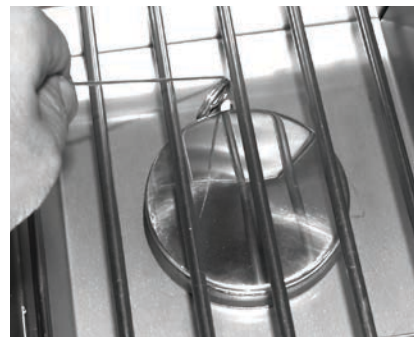

Fig. 22-2 - Éclairage manuel
2. Insérez soit un brûlant long baril briquet au butane, un match à longue tige de brûlure, ou une allumette en feu détenues par un titulaire d'extension de fil À travers les grilles de cuisson du brûleur (Fig. 22-2). Tenez la flamme contre le bord du brûleur.
4. Si le brûleur ne se allume pas dans les cinq (5) secondes de tourner le bouton de commande, **appuyez immédiatement sur le bouton et tournez la valve sur OFF**. Attendez cinq (5) minutes avant de répéter les étapes 2 à 4 des instructions du manuel d'éclairage.